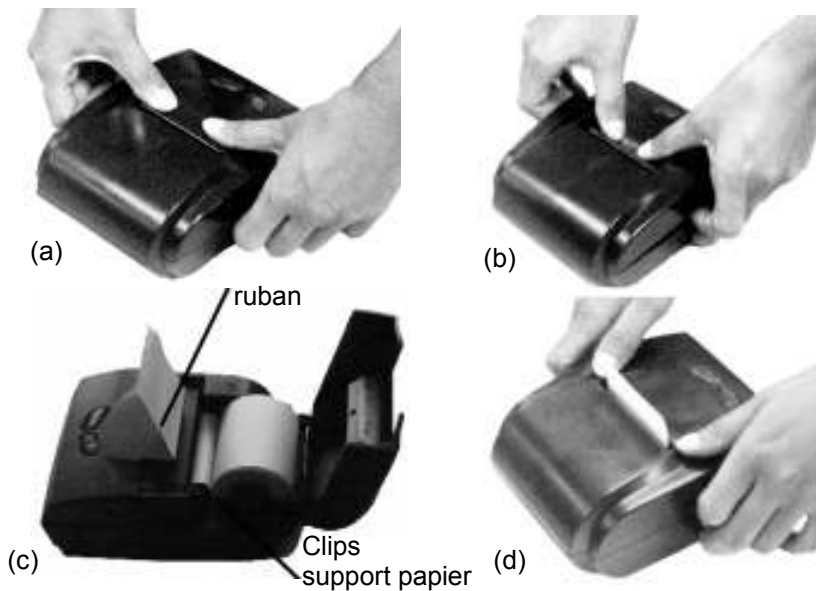

Figure 2-3 Chargement du papier
- 1 Ouvrir le capot de l'imprimante comme Figure 2-3 (a et b).
- 2 Insérer le rouleau de papier dans son logement, le noyau du rouleau doit être insérer dans les clips du support papier. Présenter le début du papier dans la fente d'entrée papier de la tête et presser puis garder appuyer le bouton LF pour faire avancer le papier (voir figure 2-3 c).
- 3 Laisser le papier ressortir sur le haut de la tête d'impression. Relâcher alors le bouton LF ou couper l'alimentation pour arrêter l'avance papier. Fermer le capot en laissant sortir de l'imprimante l'extrémité du papier (voir figure 2-3 d).